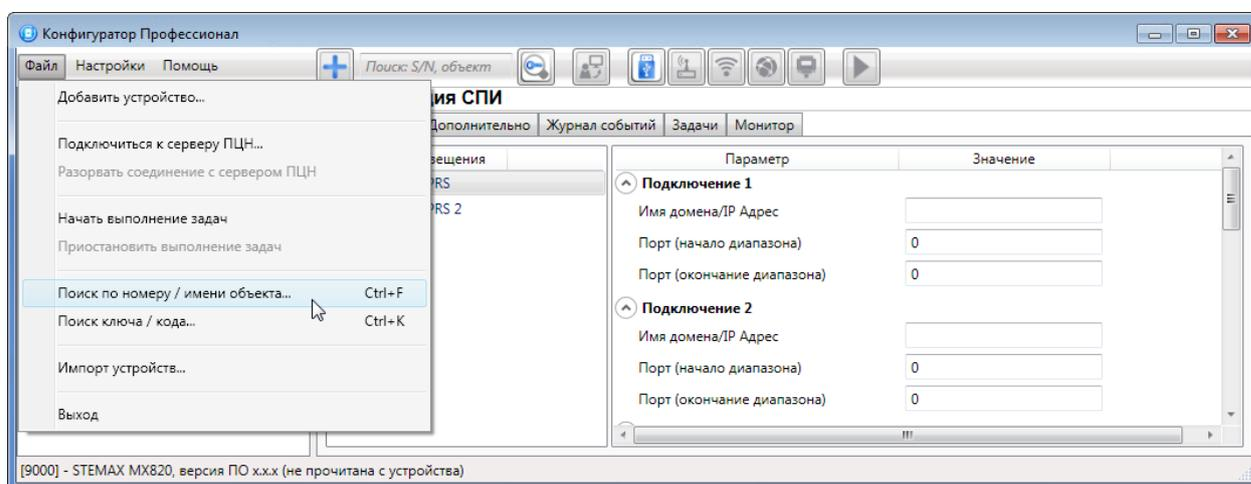

Рисунок 16.1 — Меню «Файл», выбор функции «Поиск по номеру / имени объекта»
1. В основном окне программы в меню «Файл» выберите «Поиск по номеру / имени объекта» (см. рисунок 16.1).
1. В основном окне программы в меню «Файл» выберите «Поиск ключа / кода» (см. рисунок 16.1) или нажмите кнопку  на панели инструментов.